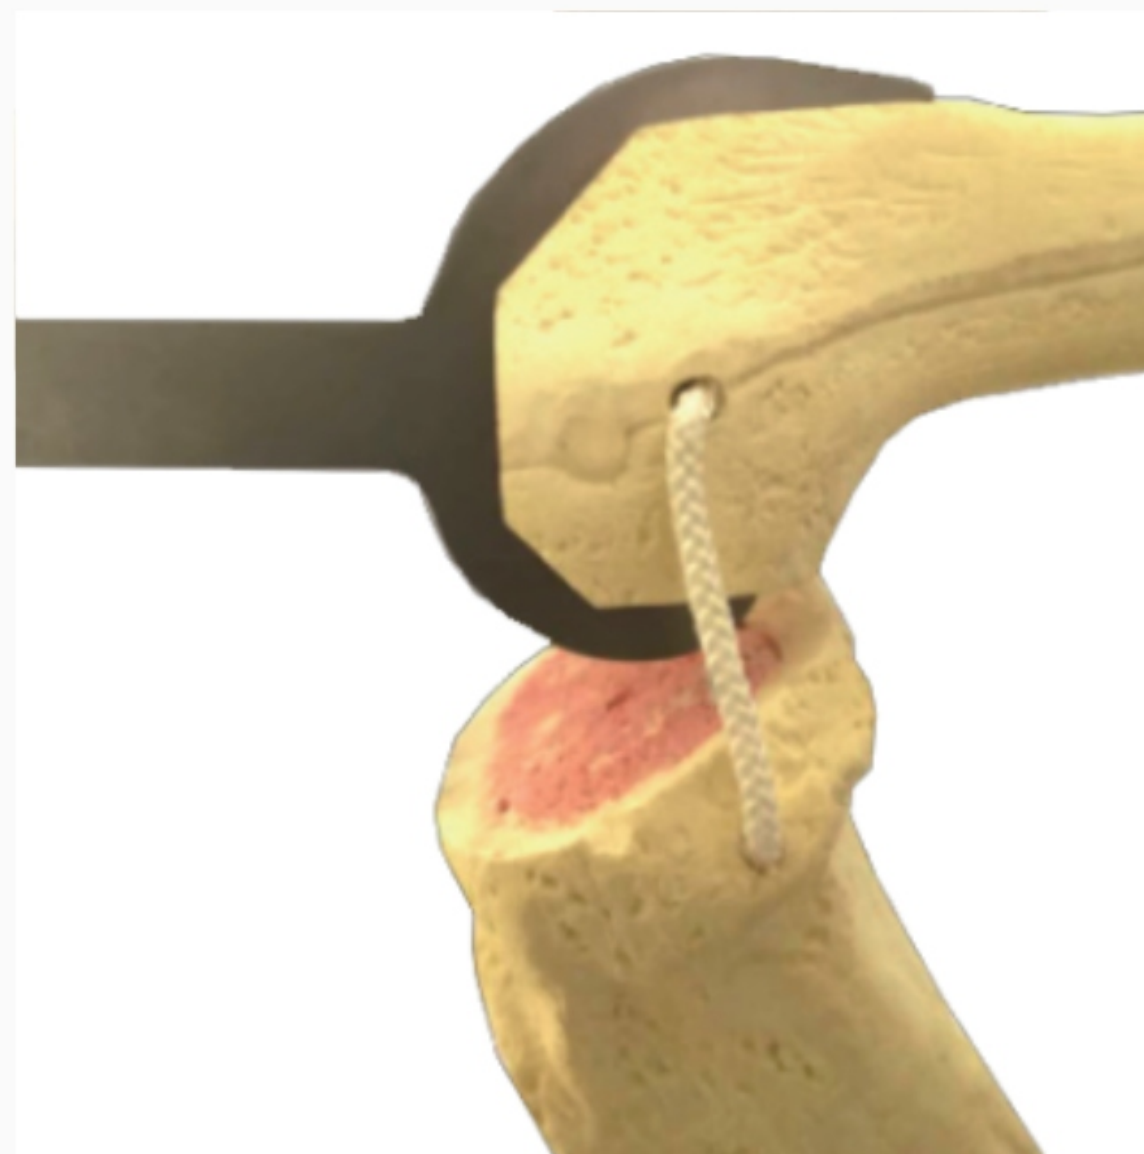

FIG. 14: MUESTRA DE MEDICIÓN CONDÍLEA
- b. El tamaño del cóndilo femoral se midió utilizando la muestra de medición condílea para seleccionar el tamaño adecuado del cóndilo femoral (Fig. 14). Nota: este tamaño es solo para referencia.